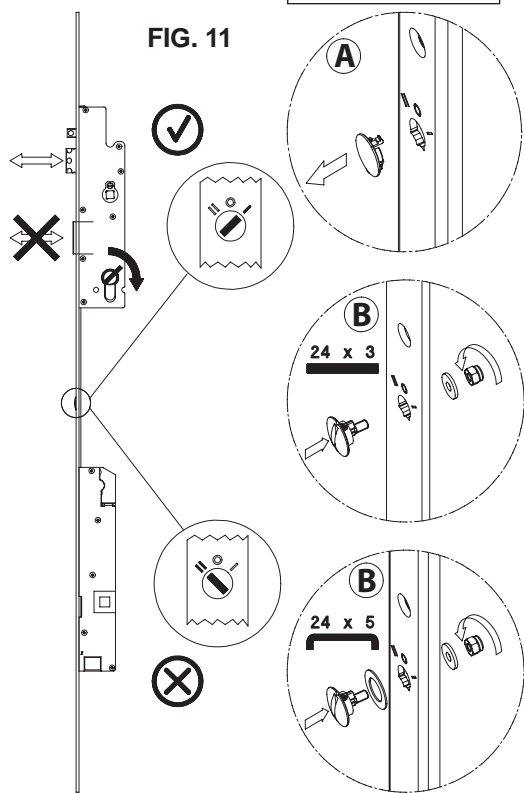

FIG. 11
6) Función "Cierre de día" solo para serie 1P310, 1P410, 1P330, 1P430 (Fig. 11)
- **puerta cerrada solo con el picaporte** (función semiautomática): instale l'Art. 1.06120.00.0 según lo especificado en la Fig. 11; poniendo el selector en la **posición 1**, la palanca se desactiva, mientras que el picaporte permanece en funcionamiento;